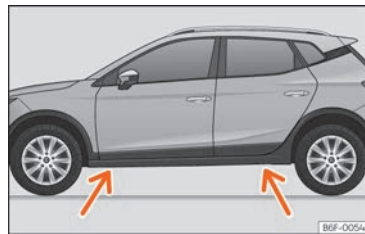

Fig. 197 Puntos de apoyo del gato.
- Busque en el larguero la marca del punto de apoyo del gato (zona hundida) más cercano a la rueda a cambiar »» fig. 197.